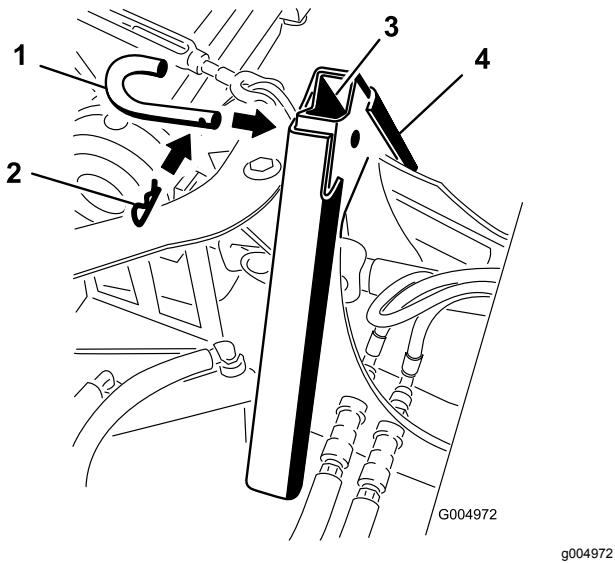

Рисунок 99
3. Соедините крепежные переходники вместе с помощью штифта навесного оборудования и шплинта, как показано на Рисунок 99.